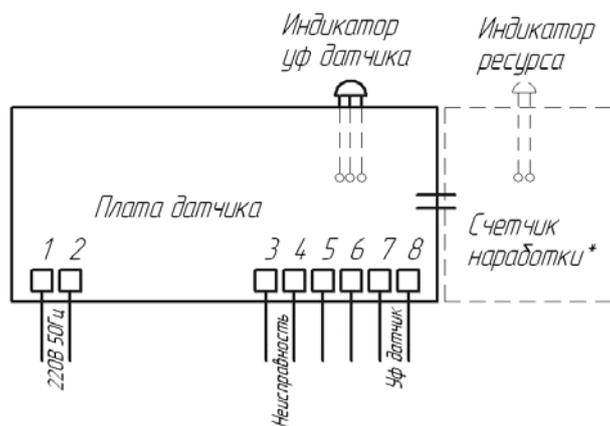

Рис.1 Плата УФ Датчика
10.6. Через 2 часа отключите насос и слейте моющий раствор через патрубок (6) на рис.1, после чего заглушите его.
Разрешается слив в канализацию моющего раствора, содержащего щавелевую кислоту, разбавленного до значения РН менее 6,5, в соответствии с положениями «СанПин 2.1.5.980-00 Гигиенические требования к охране поверхностных вод». При промывке краны (7, 8) открыты, при работе установки – перекрыты (рис.1).